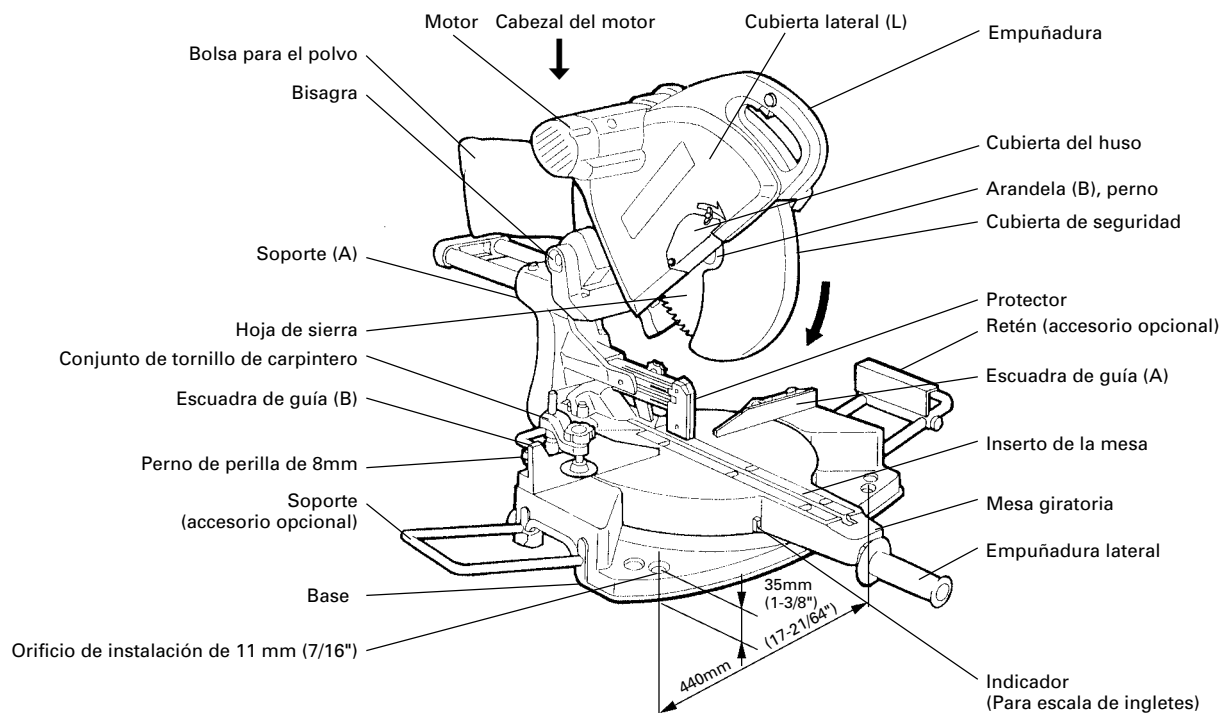

Fig. 1
Cuando la herramienta eléctrica esté preparada para transportarse, sus partes principales estarán aseguradas mediante el pasador de bloqueo. Mueva ligeramente la empuñadura (consulte la Fig. 1) de forma que el pasador de bloqueo pueda desenganchar.
**NOTA:** Si baja ligeramente la empuñadura (consulte la Fig. 1), podrá desenganchar el pasador de bloqueo de forma más fácil y segura.
Fije la bolsa para el polvo, el soporte, el retén y el conjunto de tornillo de carpintero como se indica en la Fig. 1.